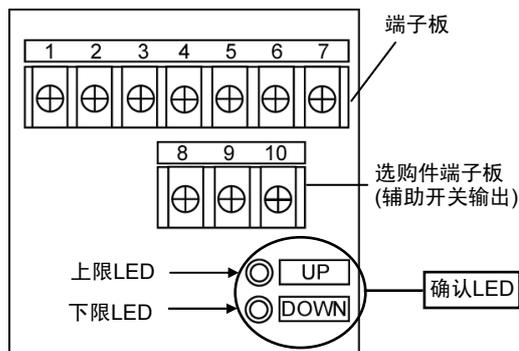

图 10 上下限 LED
- 电动操作时：在全开以及全闭位置，上下限LED亮灯(参照图10)。